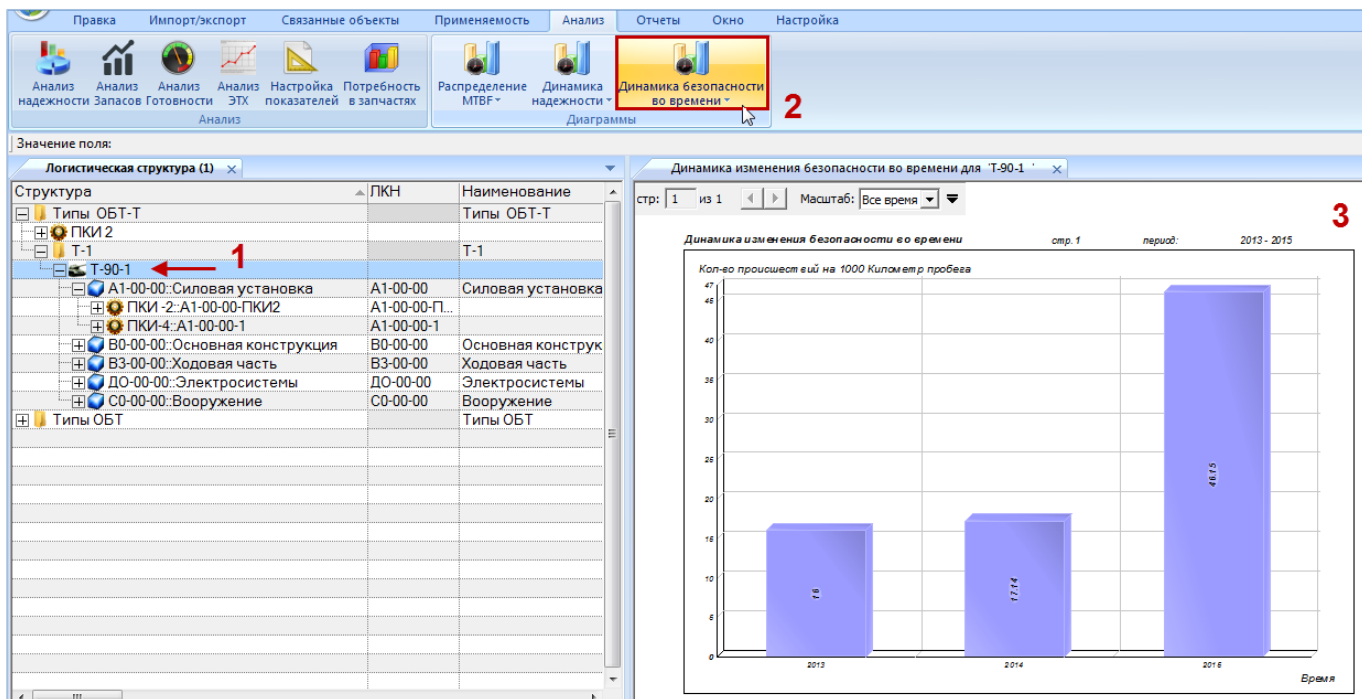

Рис. 31-7 – Построение диаграммы по безопасности
4) В отдельном рабочем окне отображается диаграмма по безопасности (3 на рис. 31-7). Краткое описание инструментов панели «Файл» для диаграмм приведено в пункте 5.4.7 «Панель «Диаграммы»», стр. 64.